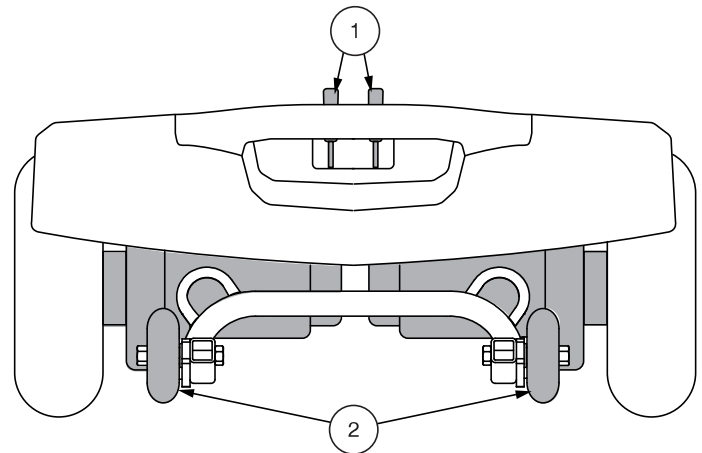

Figure 9. Section arrière - Jazzy ZTS
Votre Travel Scooter est équipé de deux leviers d'embrayage manuel « pour passer au neutre » un sur chaque moteur. Ces leviers vous permettent de débrayer les moteurs de la boîte de vitesse, afin de pouvoir manoeuvrer votre Travel Scooter manuellement. **Voir la figure 9.**
1. Trouvez les leviers sur la section arrière de la Travel Scooter. **Voir la figure 9.**